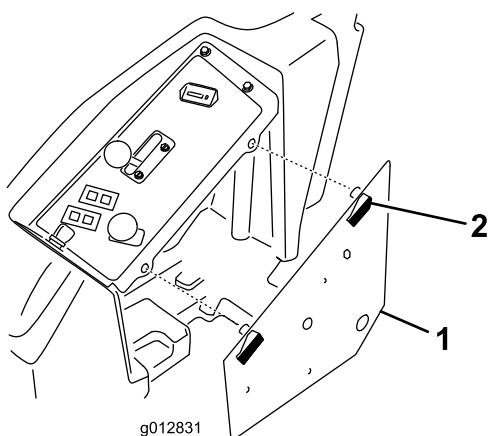

Figura 22
4. Abra los cierres de tapa del panel de control y apártela (Figura 22).
6. Abra los cierres de tapa del panel de control y apártela (Figura 22).